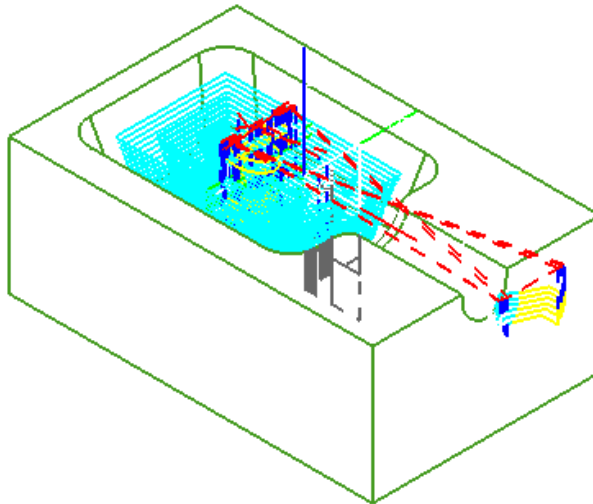

图 5-24
- 单击  按钮，设置如图 5-24 所示的加工余量，单击 OK 确认。